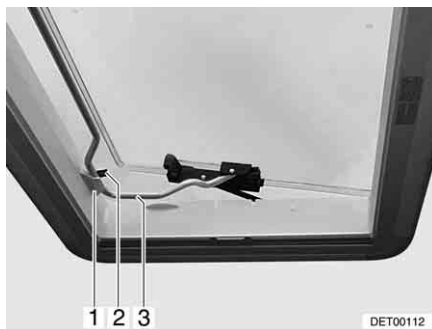

Bild 59 Heki-takluckan i ventilationsläge 2
- Sätt in bygel (Bild 59,3) i hållaren (Bild 59,1).
- Ställ spaken (Bild 59,2) över bygel.